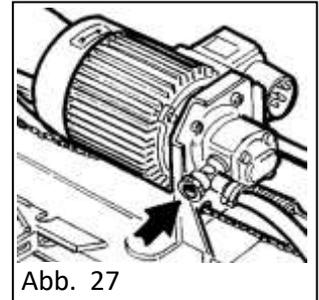

Abb. 27
- Den Filter im der original Position ohne die Dichtung kaputt zu-machen montieren (Abb. 27).